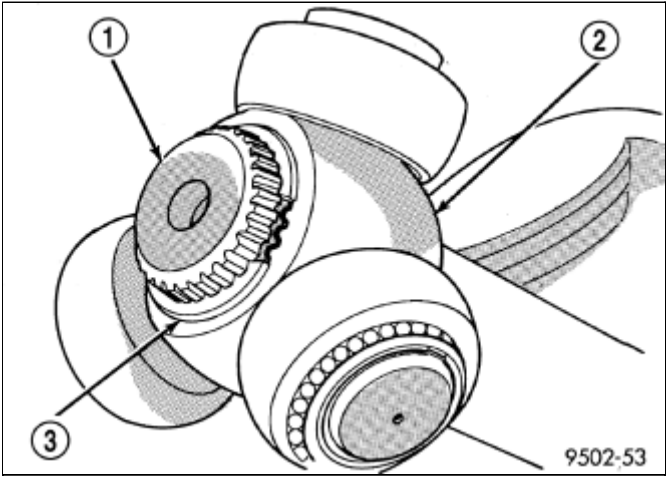

图 4 安装好的十字轴总成固定卡环
4. 将十字轴总成安装到互连轴，让固定卡环进入互连轴端的凹槽\(图 4\)中。 确保卡环完全座落到互连轴上的凹槽中。